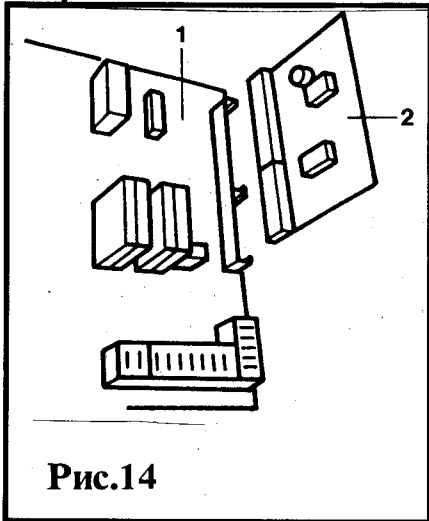

Рис.14
Условные обозначения к рис. 14
- При использовании ёмкости для сжиженного газа, расположенной ниже уровня земли, должен быть применён штеккерный модуль для присоединения наружного магнитного клапана(дополнительная принадлежность).(См. рис.14)